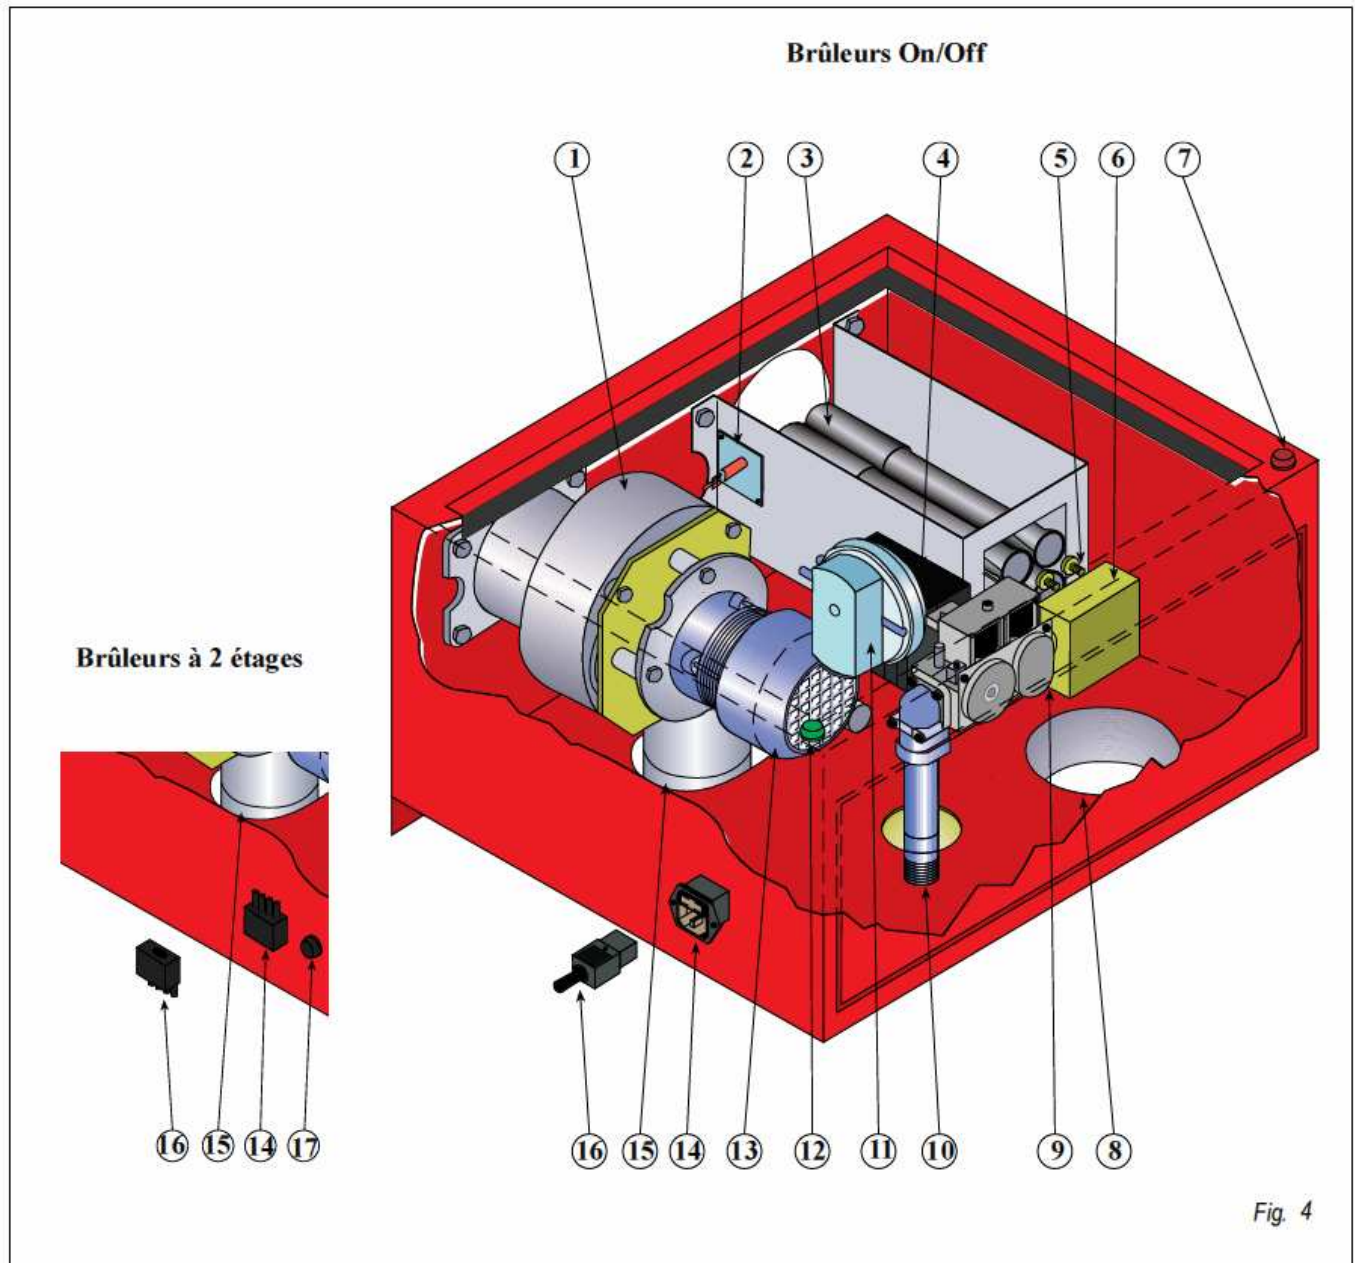

Fig. 4
- 11 = Prise de courant (fig. 4 page 8)
- 13 = Fiche électrique (fig. 4 page 8)